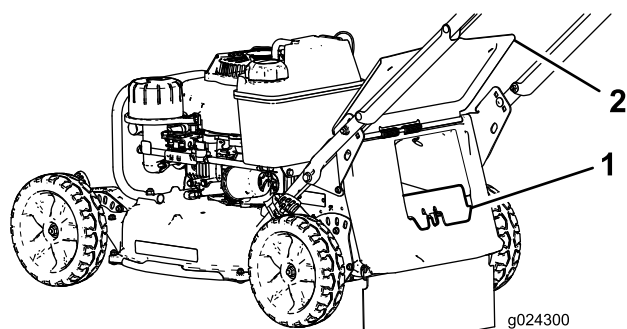

Figura 19
el conducto de descarga trasera hasta que el enganche encaje en su sitio (Figura 19).
1. Puerta trasera 3. Muesca (2)
2. Extremo de la varilla de la bolsa (2)
3. Retire el tapón de descarga trasera presionando el enganche hacia dentro con el dedo pulgar y extrayendo el tapón de la máquina (Figura 19).